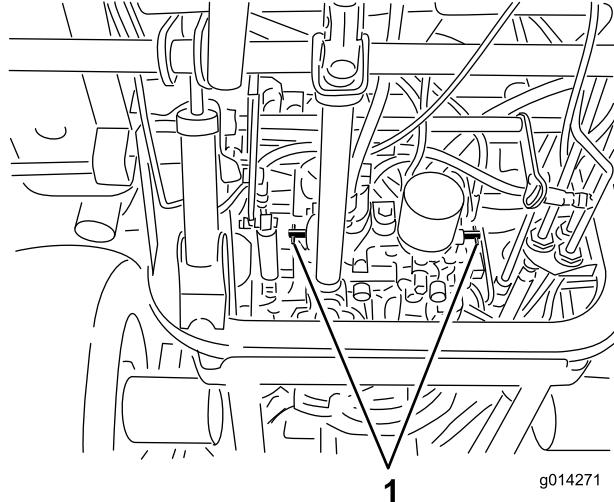

Figura 27
4. Gire las válvulas de desvío una vuelta en el sentido contrario a las agujas del reloj (Figura 27).
Gire cada válvula de desvío una vuelta en el sentido de las agujas del reloj y apriételas a mano (apriete de 8 N·m) aproximadamente) (Figura 27).